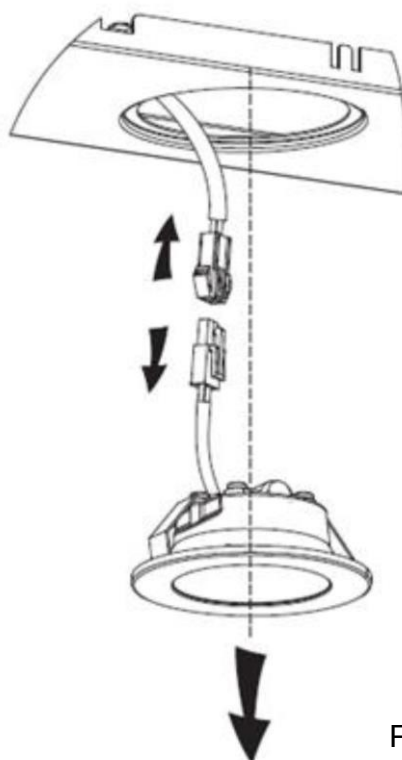

Fig. 2
- Utilizar uma ferramenta ou a mão para pressionar a mola de ambos os lados da luz LED para o interior, até que a luz seja pressionada para fora, ver imagem 1. Em seguida, puxe ligeiramente o fio de ligação da luz para fora e desmonte o terminal do fio de ligação da luz. Ver Fig. 2.